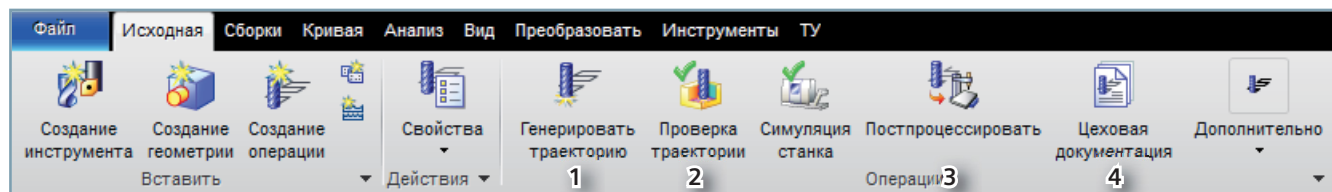

Рис. 1.34. Команды для работы с операциями обработки
Команда верификации (проверки траектории) находится в ленточной панели (2), когда меню установлено в режим **Исходная** (рис. 1.34). Верификация возможна как для 1 операции, так и для группы операций.
- Выберите операцию CAVITY_MILL в **Навигаторе операций** и выполните команду **Верификация** (2 на рис. 1.34).
- Выберите операцию CAVITY_MILL в **Навигаторе операций** и выполните команду **Постпроцессировать** (3 на рис. 1.34).